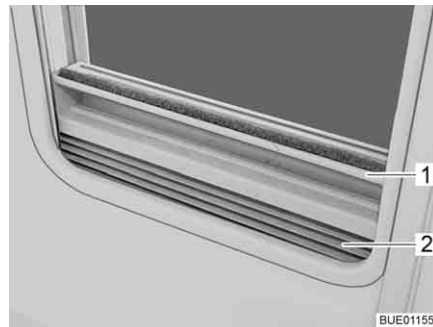

Fig. 47 Dispositif occultant plissé
- Saisir le dispositif occultant plissé (Fig. 47,2) par le centre de la barre-poi-gnée (Fig. 47,1), le tirer du bas vers le haut et le relâcher à la hauteur voulue. Le dispositif occultant plissé reste alors à cette hauteur.